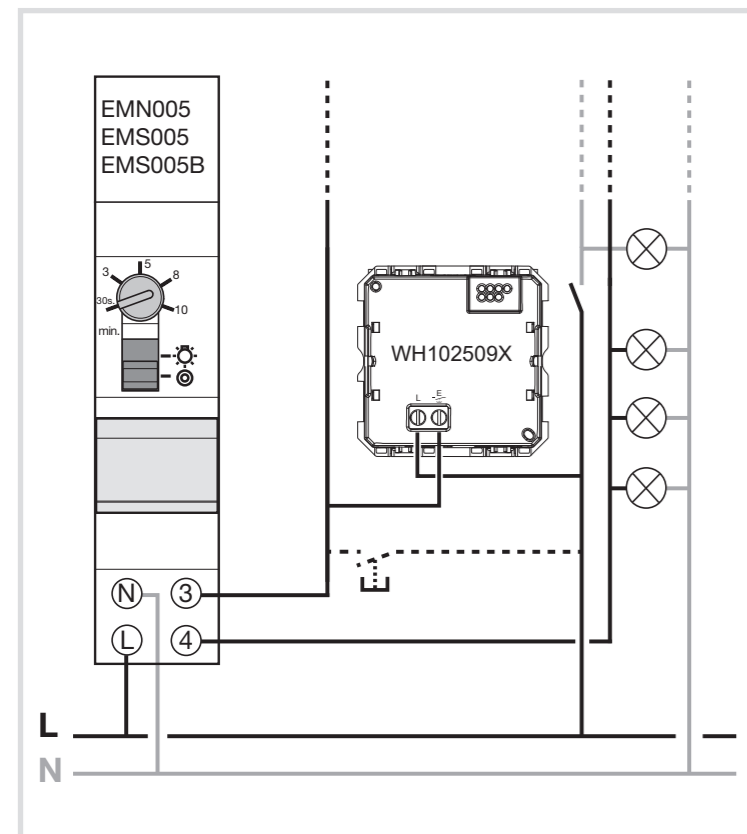

Bild 6: Anschluss an Treppenlichtzeitschalter z. B. Hager
- Die Befestigungsplatte (1) lagerichtig auf eine Gerätedose schrauben.
- Bewegungsmelder-Modul (2) gemäß Anschlussbild (Bild 6/7) anschließen.
- Bewegungsmelder-Modul (2) durch den Befestigungsring führen und einrasten.
- Abdeckplatte (3) aufsetzen und mit der Front für Bewegungsmelder (4) fixieren.